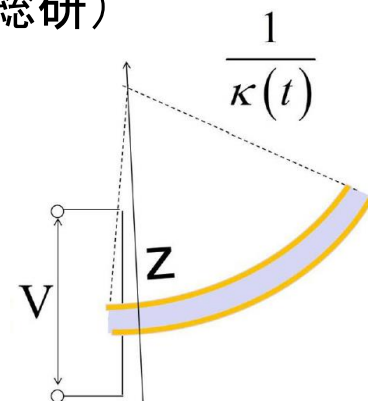

図1 IPMCセンサ
- ・ 高分子アクチュエータの一つであるイオン導電性高分子・金属複合体 (Ionic Polymer-Metal Composite, IPMC) は, 変形させると電圧を発生させるセンサの機能を持つ(図1)